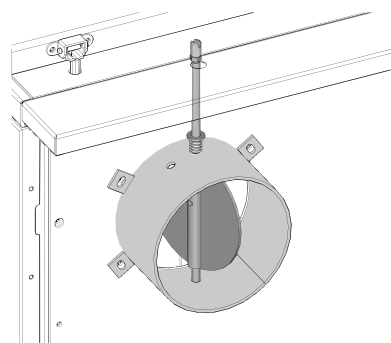

Fig.5 Clapet d'étranglement ouvert
- doit toujours être en position d'ouverture lors du préchauffage – fig. 5.
La fente sur le bouton de commande indique la position du clapet d'étranglement. Position de fente = position de clapet. Pour préchauffer le four, ouvrir complètement le clapet d'étranglement – fig. 5. Tourner complètement le clapet d'étranglement une fois tous les 15 jours. Ceci évite les dépôts de suie.